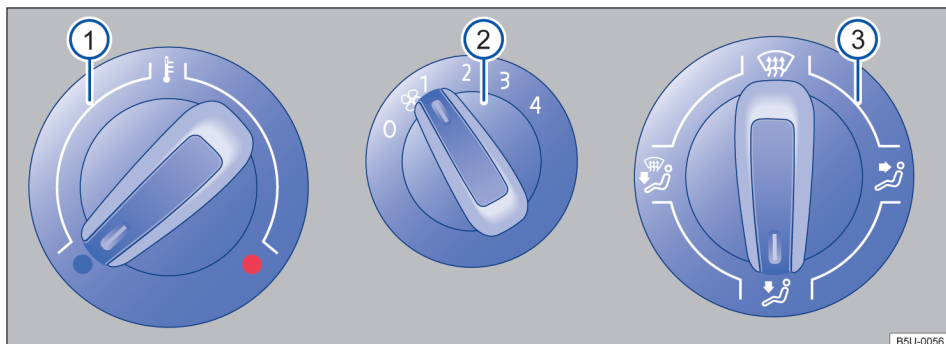

Fig. 76 No console central: comandos do sistema de ventilação e aquecimento.
Botão, regulador	Informações complementares do sistema de ventilação e aquecimento → Fig. 76 e ar-condicionado → Fig. 77.
- Em veículos com sistema de aquecimento, colocar o regulador da temperatura → Fig. 76 Ⓜ totalmente para a direita, para a posição máxima de aquecimento.